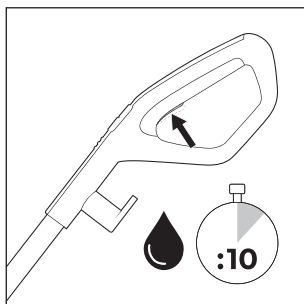
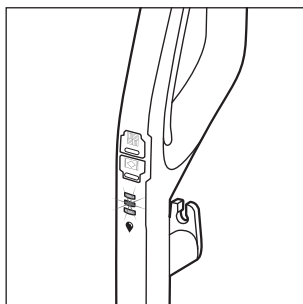

Fig. 14
Fig. 15
- ♦ Antes de cada uso, mantenga pulsado el interruptor de la solución de limpieza  **15** durante aprox. 10 segundos para preparar el rodillo de cepillos **6** con la solución de limpieza (consulte la fig. 14). El indicador de la solución de limpieza  **12** parpadea en azul de forma alterna cuando se mantiene pulsado el interruptor de la solución de limpieza  **15** (consulte la fig. 15).